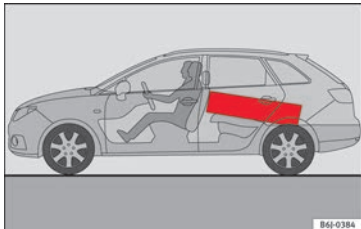

Abb. 117 Legen Sie schwere Gegenstände möglichst weit nach vorn.
- Verstauen Sie schwere Gepäckstücke so weit wie möglich vorne im Gepäckraum **» Abb. 117**.